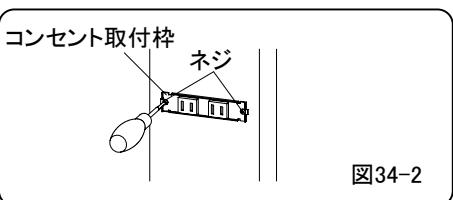

図34-2
- ②コンセント取付枠のネジをはずし、取付枠を手前に引き出してください。(図34-2,3)